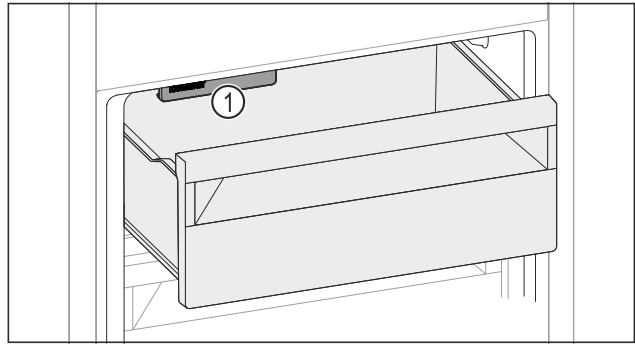

Fig. 142
- ▶ Внимавайте за IceMaker Fig. 142 (1).